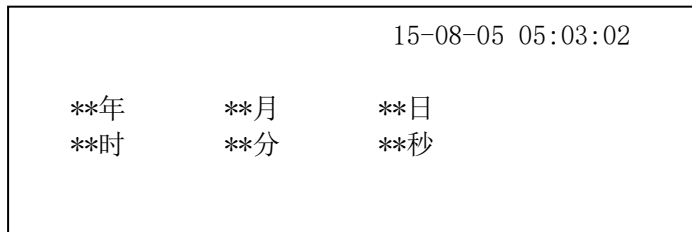

图5-14
- ② 按‘6’进入用户登录界面，输入二级密码，按“确认”键进入系统时间设置界面。(图5-14)。